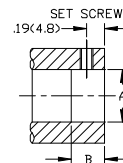

Рис. 2. Размеры монтажа
2. Разъем может удерживаться или монтироваться корпусом или пластиковой втулкой, но не предназначен для переноса механических нагрузок. Один конец должен плавать, прикрепленный только соединительными проводами. В горизонтальном положении установите коннектор так, чтобы корпус вращался для снижения механической нагрузки на подшипник и внутренние компоненты. Никогда не устанавливайте жестко оба конца разъема. Это может привести к поломке и выходу разъема из строя. Ограничьте эксцентриситет крепления 0,005 дюймами (0.13 мм). <Рис. 2>